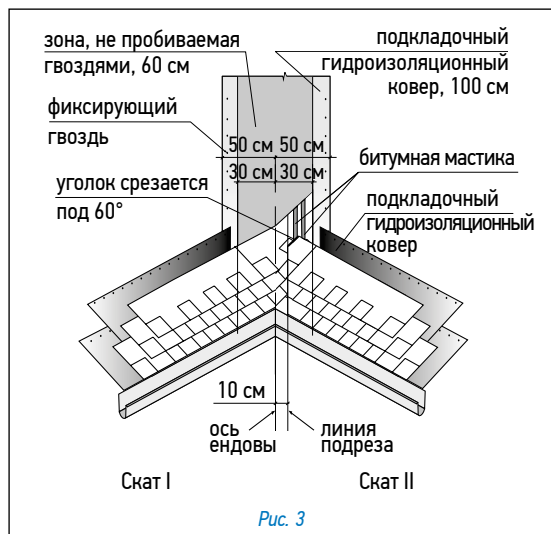

Рис. 3
#### Ендова (рис. 3)
- лист, подходящий к ендове со ската II, должен доходить до линии подрезки и обрезаться по ней. Верхний уголок обрезанного края листа подрезается под углом 60° (5 × 3 см — рис. 3);